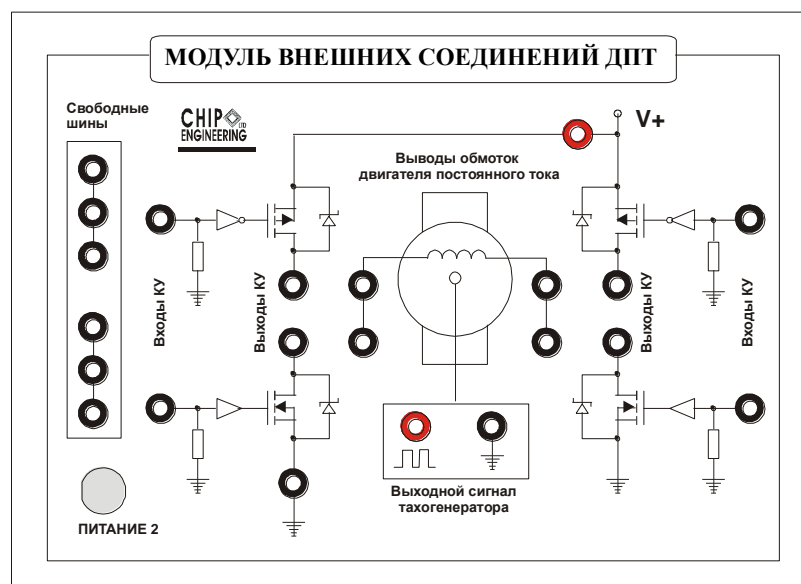

Рисунок 4.4 – Модуль внешних соединений ДПТ
- модуля внешних соединений ДПТ (МДТП) (рисунок 4.4).